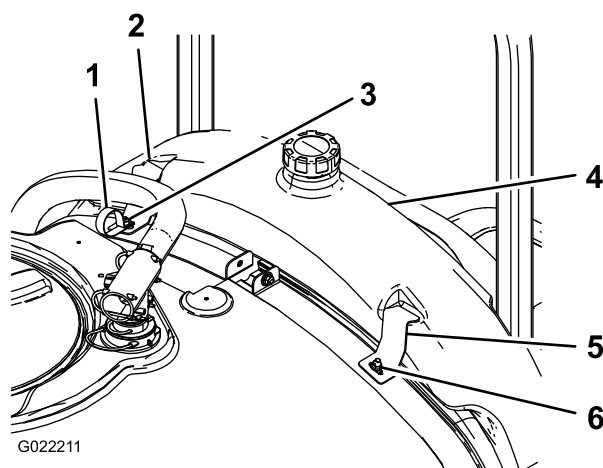

Figura 5
3. Montate il serbatoio di lavaggio come illustrato in Figura 5.
4. Utilizzando 2 dadi flangiati, montate le staffe del serbatoio di lavaggio sui bulloni a testa tonda montati in precedenza (Figura 5).